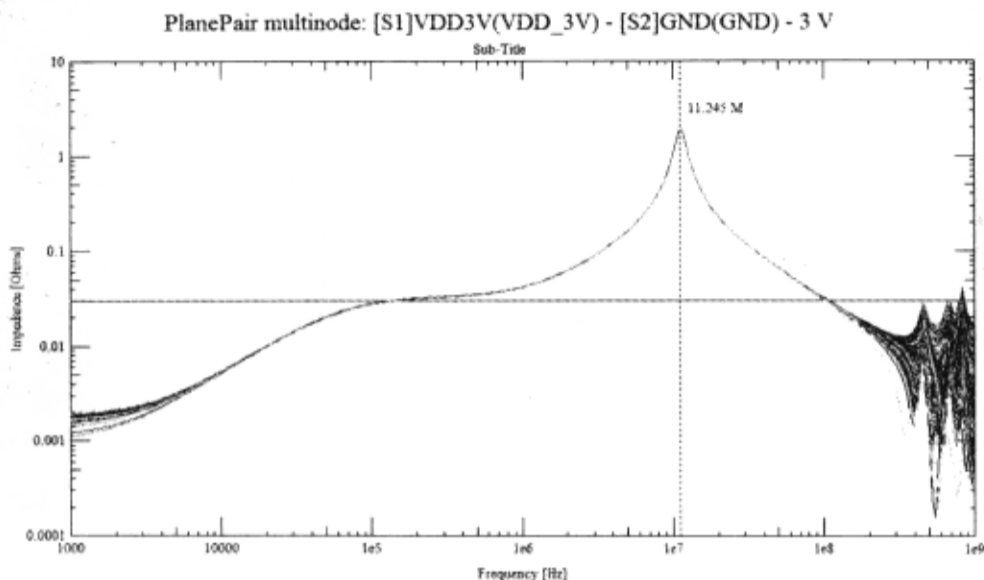

图 9-7-25 平面对多节点仿真结果
(2) 单击“Multi-Node Simulation”按钮，进行多节点仿真，此时所花费的时间要比以前进行的仿真所花费的时间要长，这是因为此时所进行的多节点分析包含了 PCB 的寄生效应，网格点大小的增大同时也会增加仿真所用的时间。在 SigWave 窗口中会显示多节点分析的响应曲线（因为要显示的响应曲线很多，所以需要在窗口左边对响应曲线的显示做些设置，在窗口左边要显示的曲线上单击鼠标右键，选择“Display”），如图 9-7-25 所示。